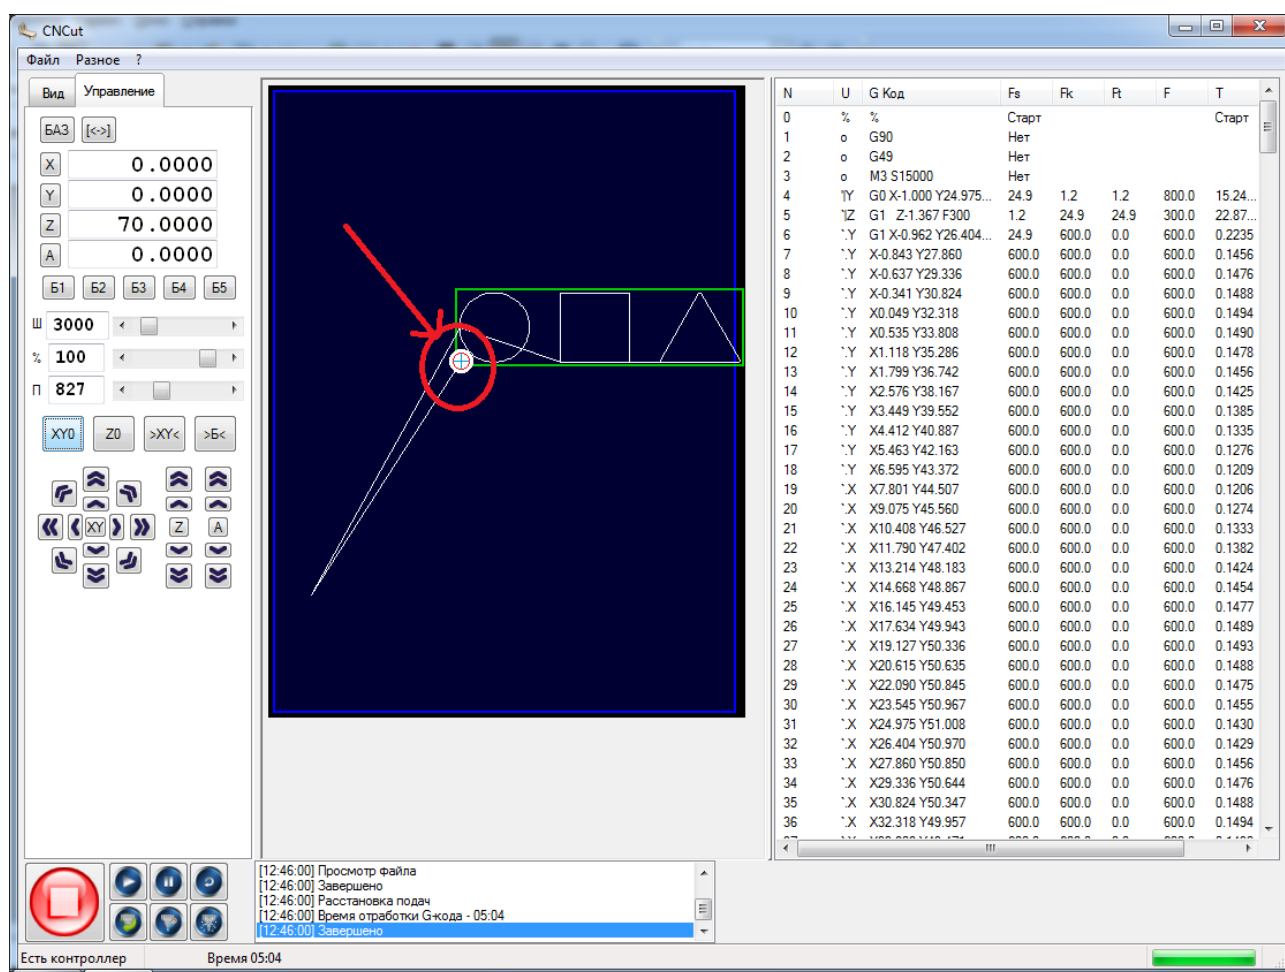

Рисунок. 61. Установка базовой точки по XY
66. Обнулите значения базовых координат, нажав кнопку «XY0». Нулевая точка по XY переместится в точку текущего положения шпинделя, координаты обнулятся, рисунок 61